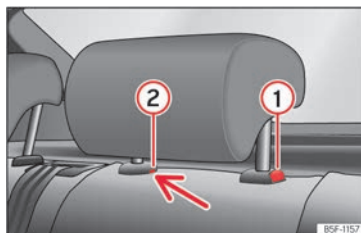

Abb. 69 Kopfstütze hinten ausbauen.
- Drücken Sie die Taste » » (Abb. 69) ① sowie gleichzeitig mit einem Schlitzschraubendreher (Breite max. 5 mm) in die Öffnung der Verriegelung ② und ziehen Sie die Kopfstütze heraus.